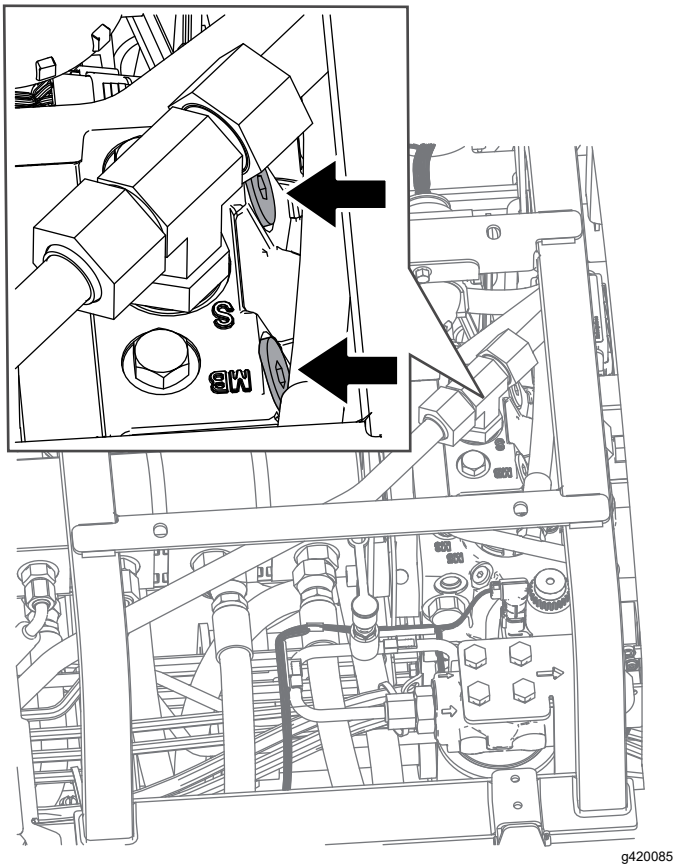

Figura 99
2. Localice la válvula de desvío, situada debajo del asiento y encima del hidrostato (Figura 99).